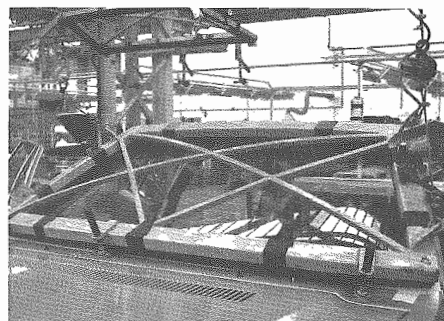

Fig. 35 - Maschera di bloccaggio
- Collegare i cavi resistenza sigillante. Montare la maschera di bloccaggio (**Fig. 35**) e portare gradualmente la pressione a 1 Atm. Tempo di bloccaggio: 180 min.
- Connect sealing resistance cables. Fit locking jig (**Fig. 35**) and gradually bring the pressure to 1 Atm. Locking time: 180 minutes.